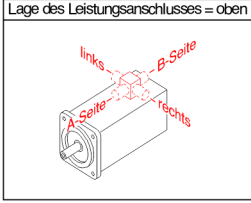

Bild 1
Elektrischer Anschluss siehe Bild 1 ②